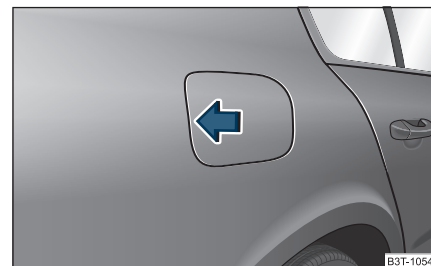

Fig. 198 Partea dreaptă spate a autovehiculului: Deschiderea clapetei rezervorului
- Apăsați pe partea stângă a clapetei rezervorului ⇒ fig. 198.